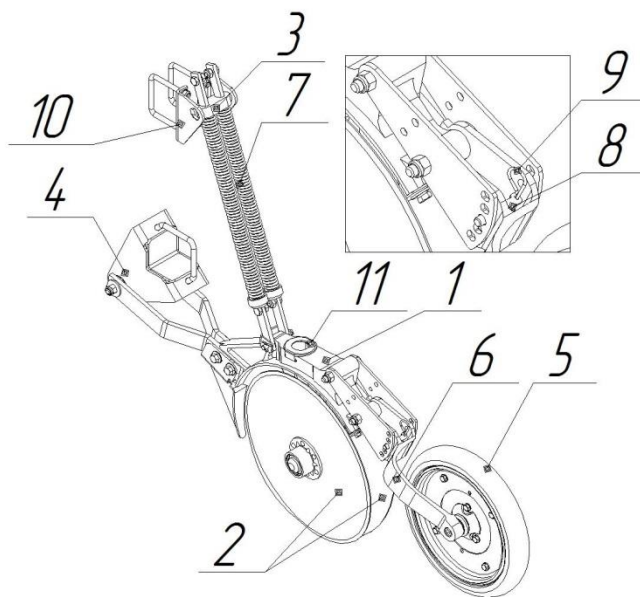

Рисунок 12.
Глубина заделки семян в почву зависит от глубины хода дисков (2) (рис.12), которая задаётся положением регулятора глубины с опорно-прикатным колесом (5) относительно корпуса (1) с дисками.